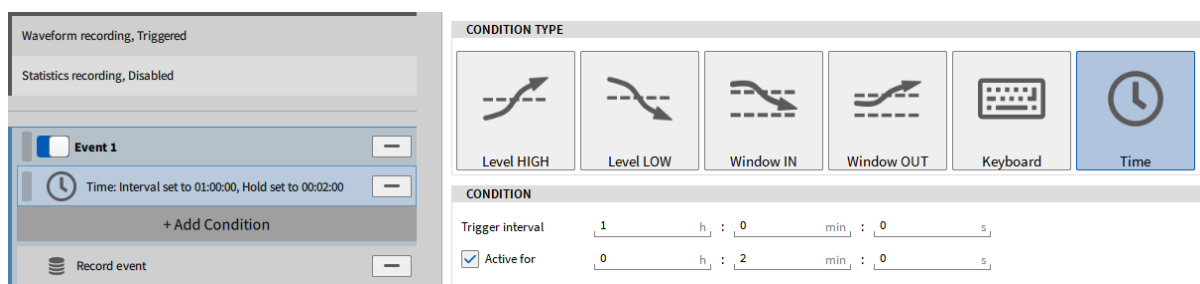

Abb. 9.35: Aufzeichnung alle 60 min für 2 min
- Wählen Sie *Zeit* als Bedingungstyp und geben Sie 1h als *Triggerintervall* und *aktiv für 2 Minuten* an (siehe Abb. 9.35):